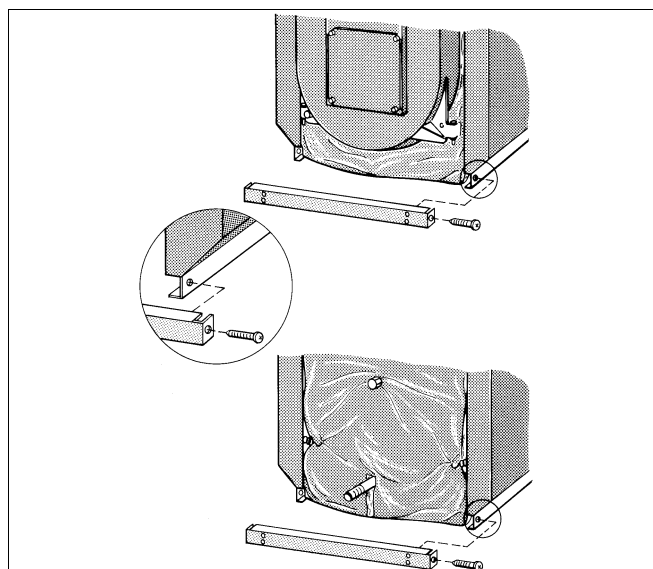

Fig. 11 Montajul șinei soclului
- Împingeți șina soclului din față și din spate către muchia exterioară peste peretele lateral și înșurubați-l în stânga și în dreapta cu câte 2 șuruburi de tablă (fig. 11).